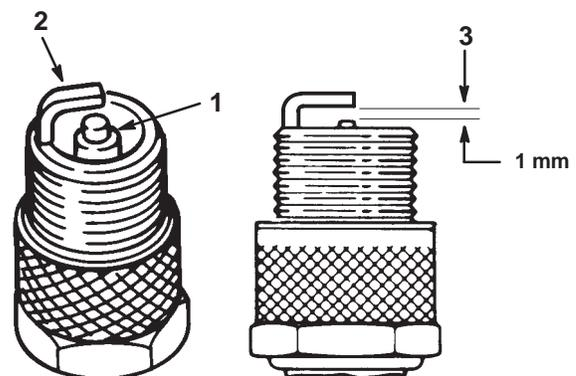

Bild 21
1. Sehen Sie sich die Mitte der Zündkerze(n) an (Bild 21). Wenn der Kerzenstein hellbraun oder grau ist, ist der Motor richtig eingestellt. Eine schwarze Schicht am Kerzenstein weist normalerweise auf einen schmutzigen Luftfilter hin.
2. Prüfen Sie den Abstand zwischen den mittleren und seitlichen Elektroden (Bild 21). Verbiegen Sie die seitliche Elektrode (Bild 21), wenn der Abstand nicht stimmt.